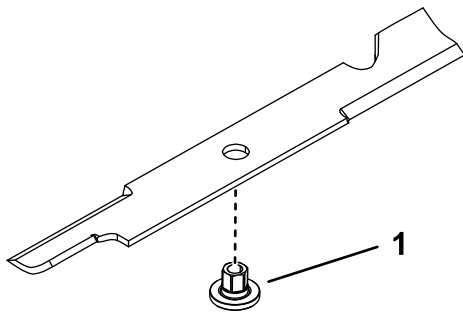

Figura 81
1. Instale el buje a través de la cuchilla con la brida del buje en el lado inferior (lado del césped) de la cuchilla (Figura 81).